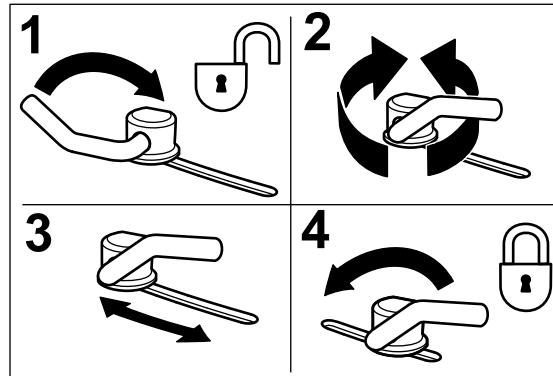

図 15
1. カム・ロックは、レバーをゆるめて調整する（図 15）。
3. 調整ができたらレバーを締めてバッフルとカム・ロックを固定する。（図 15）